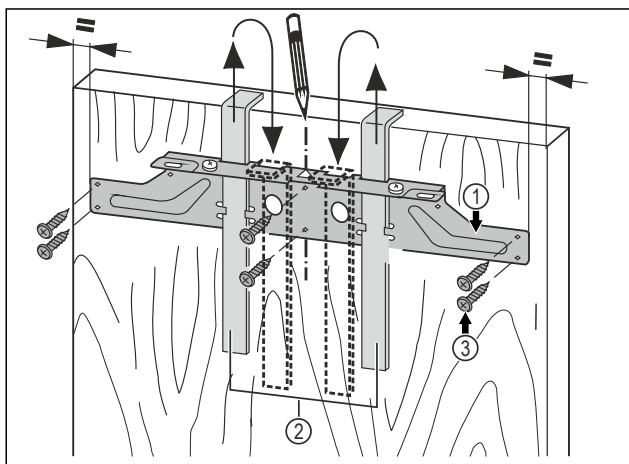

Fig. 62
- Agățați traversa de fixare Fig. 62 (1) cu ajutoarele de montaj Fig. 62 (2) pe partea interioară a ușii mobilierului.
- Aliniați traversa de fixare Fig. 62 (1) central pe ușă.
- Înșurubați traversa de fixare Fig. 62 (1) cu cel puțin 6 șuruburi Fig. 62 (3).
- Înșurubați traversa de fixare Fig. 62 (1) pe margine cu 4 șuruburi Fig. 62 (3).
- Scoateți ajutoarele de montaj Fig. 62 (2) în sus și introduceți-le rotite în deschiderile de montare adiacente.